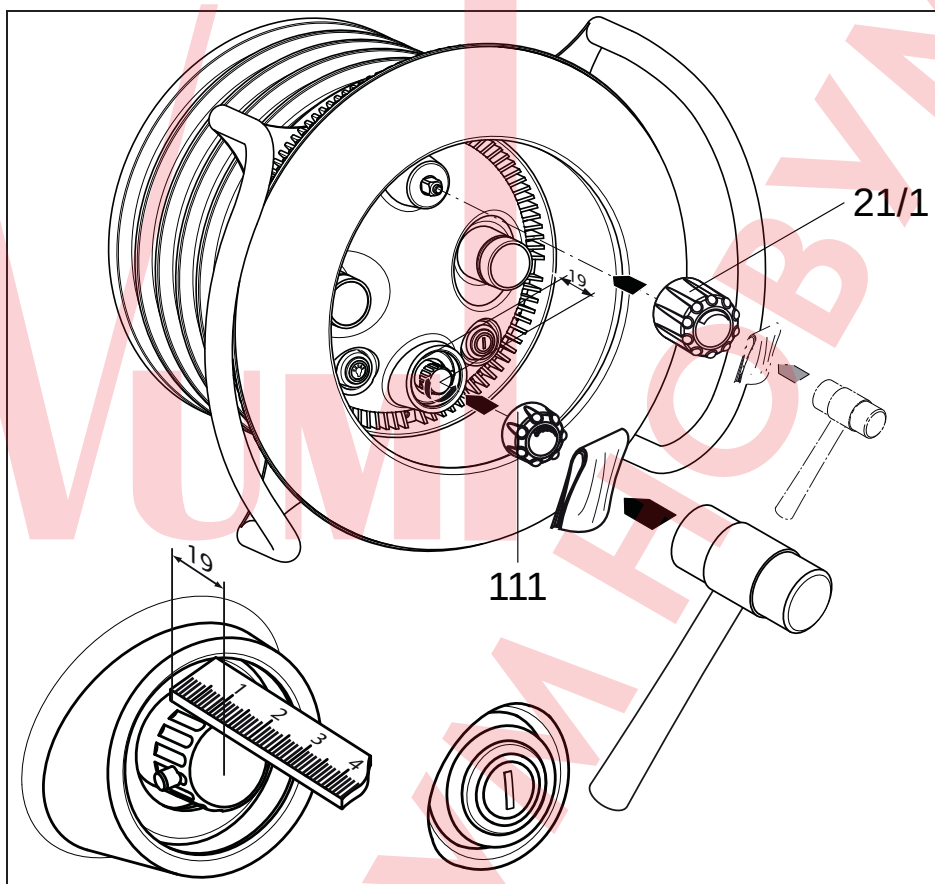

Рис.13
12. Насадите колпачки на регулятор производительности (21/1) и регулятор подачи воздуха (111) с помощью резинового молоточка и защитной ткани (рис. 13).